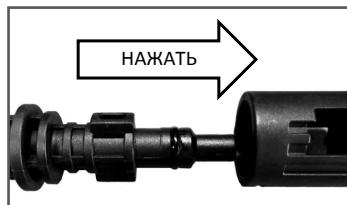

Рис. 6 Подсоединение струйной трубы к пистолету
- Подсоедините струйную трубку к пистолету. Для этого соедините выступы на струйной трубке с пазами в пистолете, нажмите на трубку и поверните ее по часовой стрелке до плотной фиксации трубы в пистолете (Рис. 6).